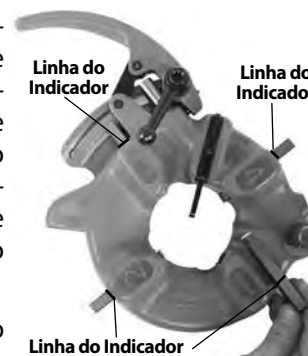

Figura 12 – Inserir Tarraxas
6. Insira as tarraxas adequadas na cabeça de roscar até a linha do indicador estar alinhada com a extremidade da cabeça de roscar (consulte Figura 12). Os números das tarraxas têm de corresponder aos das ranhuras na cabeça de roscar. Substitua sempre as tarraxas em conjunto - não misture tarraxas de conjuntos diferentes.